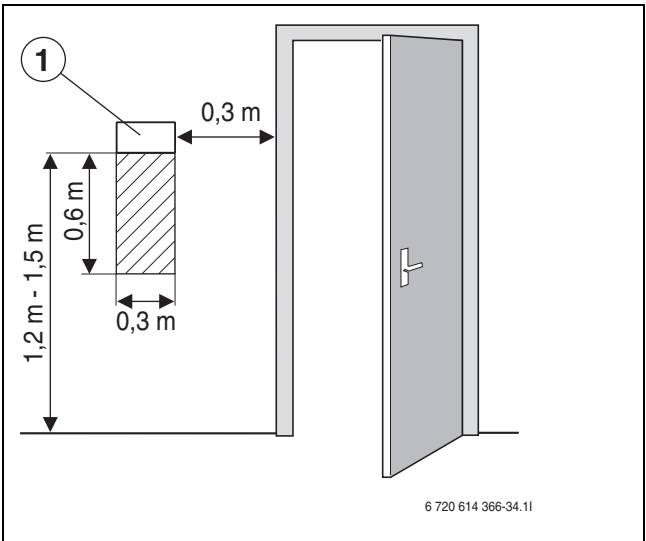

Fig. 14 Lieu de pose recommandé pour la sonde d'ambiance T5
- Libre circulation de l'air sous la sonde d'ambiance T5 (la surface hachurée de la figure 14 doit rester dégagée).